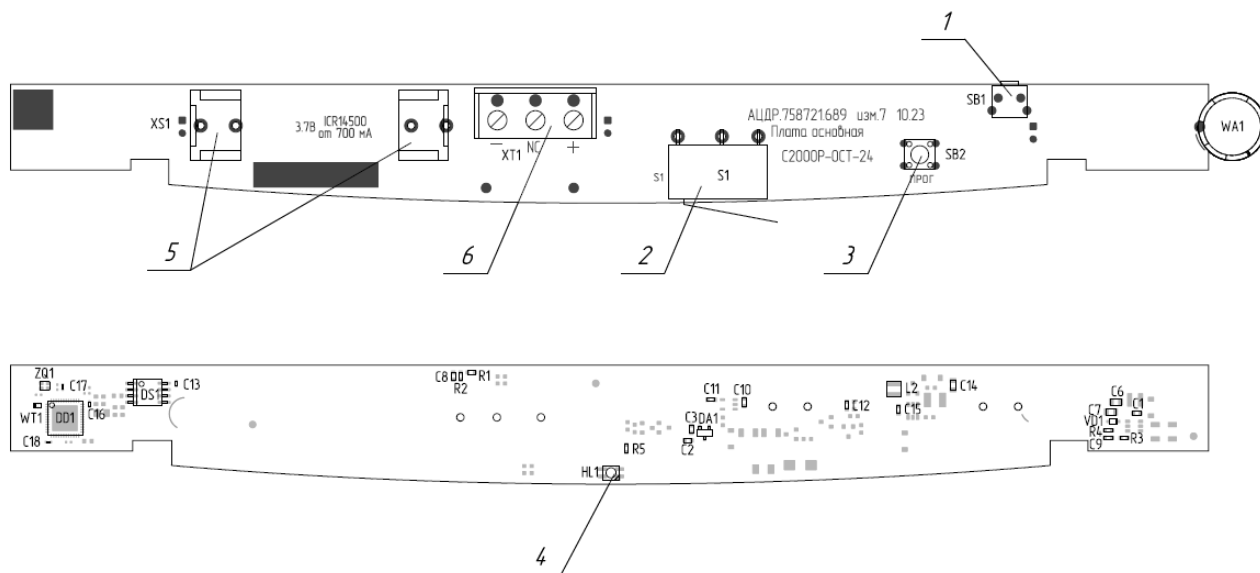

Рисунок 2.2 Расположение элементов на основной печатной плате:
На плате оповещателя располагаются органы управления прибором и элементы питания (см. Рисунок 2.2):
- Зажать кнопку «Прог.» на плате оповещателя (см. Рисунок 2.2) на время более 3 секунд.